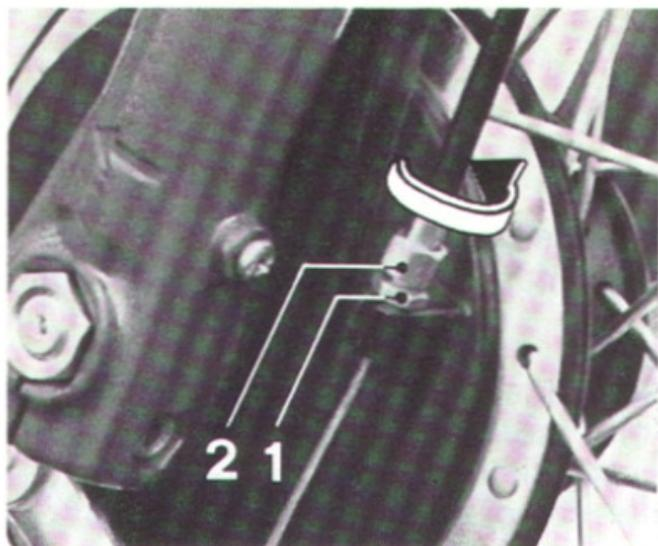

Fig. 44 - Regolafilo freno ant.
- Smontare il disco portaceppi e controllare lo spessore dei ferodi, i quali non devono essere inferiori a 2 mm, nel qual caso è bene sostituirli usando un cacciavite e facendo leva come indicato dalla freccia in Fig. 44, sganciare le molle e sostituire i ceppi.